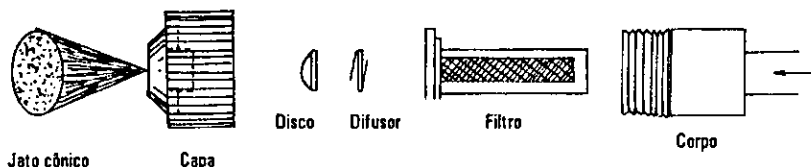

Figura 1. Bico de jato cônico.
2.1 **Bicos de jato cônico** - trabalham com altas pressões: de 60 a 600 lbf/pol² e compõe-se de corpo, capa, filtro, difusor e disco (Figura 1).